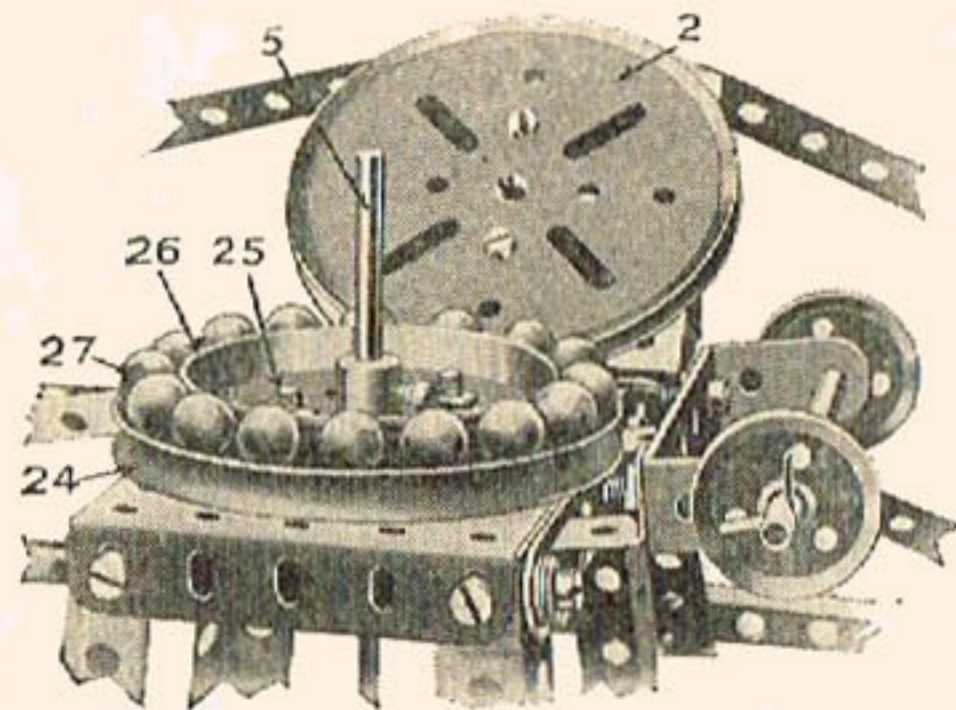

FIG. 4.60B
*Variante de construction.* Pour faire virer la flèche plus librement, on peut monter une bague à billes, Figure 4.60B. Elle se fait en boulonnant au sommet de la charpente (bâti) une poulie 24 de 75 mm. au moyen de boulons 25 qui fixent également à la poulie 24 une roue à boudin 26. Cela donne une rainure circulaire pour recevoir les billes 27. On place alors la poulie 2 boulonnée à la boîte de mécanisme 1 sur la tringle 5 et elle repose sur les billes 27 pour former un roulement à billes.